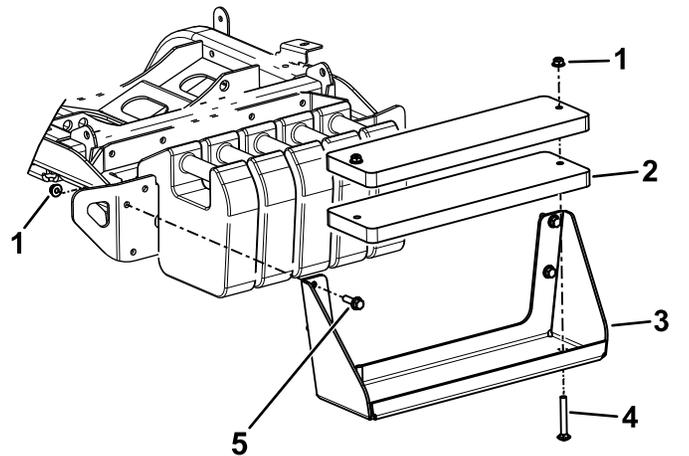

Bild 1
1. Befestigen Sie die Ballasthalterung mit vier Sechskantschrauben an der Stoßstange (Bild 1).
2. Befestigen Sie den Ballast mit zwei Schlossschrauben und zwei Muttern an der Ballasthalterung (Bild 1).